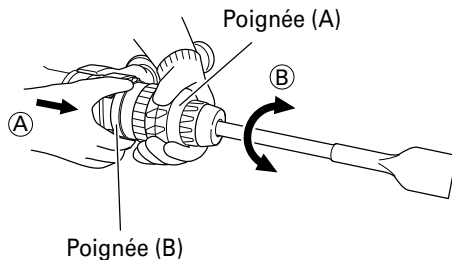

Fig. 4
- (1) Comme indiqué sur la Fig. 4, si l'on tourne la poignée (B) dans le sens (B) de telle sorte que la poignée (B) glisse dans le sens (A), il sera possible de modifier librement l'angle de la lame sur n'importe quelle position.